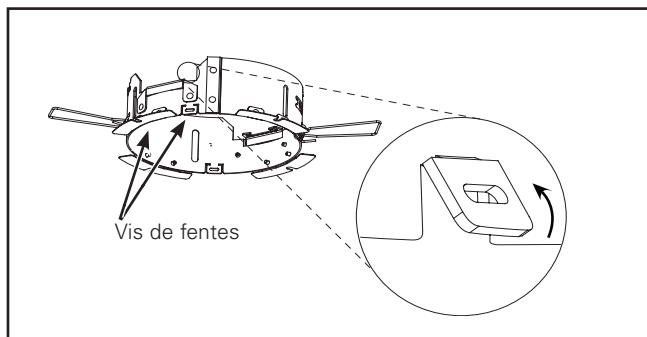

Figure 28.
4. Pour éviter que l'assemblage d'anneaux Retrofit se déplace dans l'ouverture du boîtier ou du plafond, utilisez un tournevis à tête plate pour retirer les 3 onglets de centrage (Figure 28).